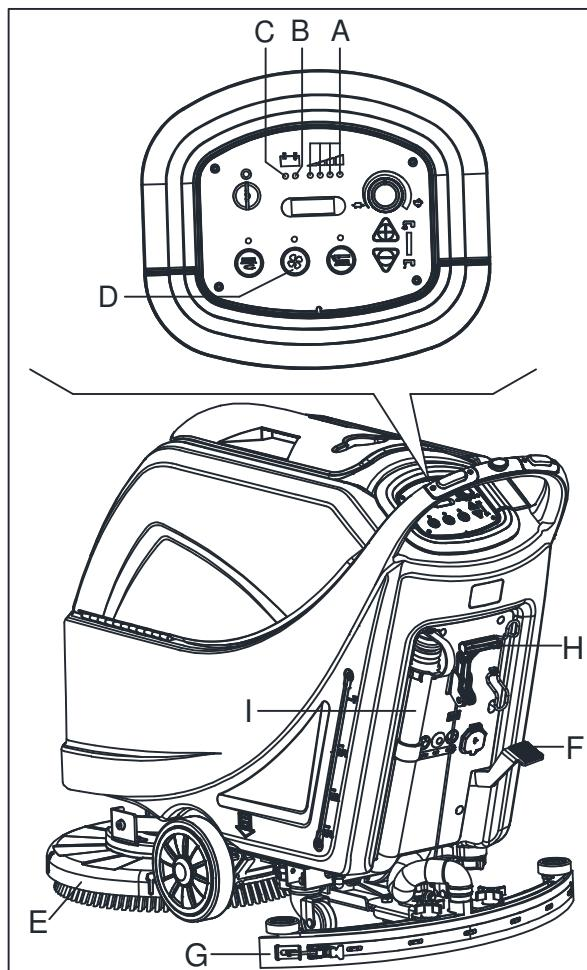

Figure 10
Jusqu'à ce que le témoin lumineux vert (A, Fig. 10) reste allumé, les batteries assurent un fonctionnement normal à la machine. Lorsque le témoin lumineux vert (A) s'éteint, et que le témoin lumineux jaune (B) s'allume, il est conseillé de charger les batteries, car la charge restante ne durera que quelques minutes (en fonction de la batterie et du travail à effectuer). Lorsque le témoin lumineux rouge (C) s'allume, les batteries sont complètement déchargées. Après quelques secondes, la brosse/le plateau support disque est automatiquement arrêté, tandis que le système d'aspiration et (uniquement pour les machine à traction) le système d'entraînement restent allumés, pour terminer le séchage du sol et conduire la machine à la zone de recharge.
Si le système d'aspiration s'éteint accidentellement (par exemple, lorsque le flotteur est activé en raison d'un mouvement soudain de la machine), pour reprendre l'opération: désactiver le système d'aspiration en appuyant sur le commutateur (D, Fig. 10), puis retirer le couvercle (C, Fig. 11) et vérifier que le flotteur à l'intérieur de la grille (A) a baissé jusqu'au niveau de l'eau. Ensuite, remettre le couvercle (C) et mettre le système d'aspiration en appuyant sur le commutateur (D, Fig. 10).
2. Soulever la plate-forme de la brosse/du plateau support disque (E, Fig.10) en appuyant sur la pédale (F).
3. Soulever l'embouchure (G) avec le levier (H).
5. Vider le réservoir d'eau de récupération avec le tuyau (I).